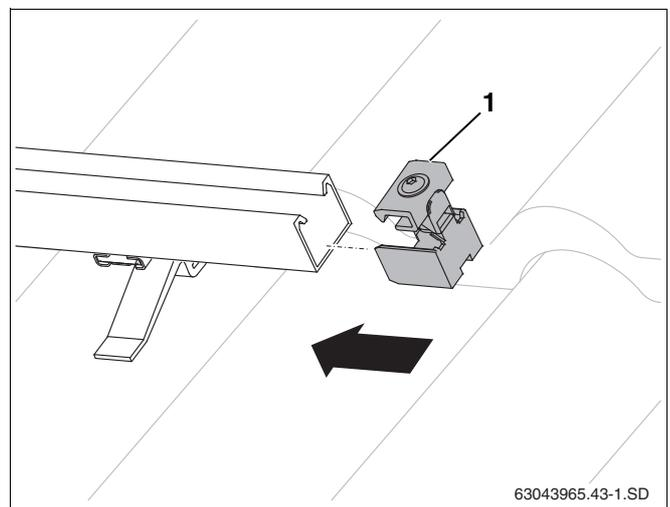

Рис. 42 Установка одностороннего зажима
- ▶ Вставьте односторонние зажимы (рис. 42, **поз. 1**) в профильные рейки на правой стороне поля коллекторов до фиксации их в первом продольном отверстии профильной рейки.